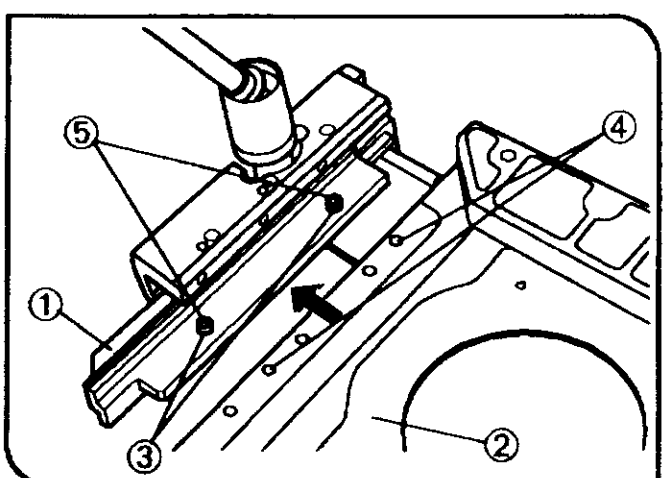

图 87
#### 机械式载物台 (IX-MVR 或 CK40-MVR) (图 87 到 89)
- 1. 上下倒置机械式载物台(1)，同时也倒置 IX2 SP 或 IX2 KSP 平面载物台(2)，并把它装在倒置后的机械式载物台上面。(图 87)